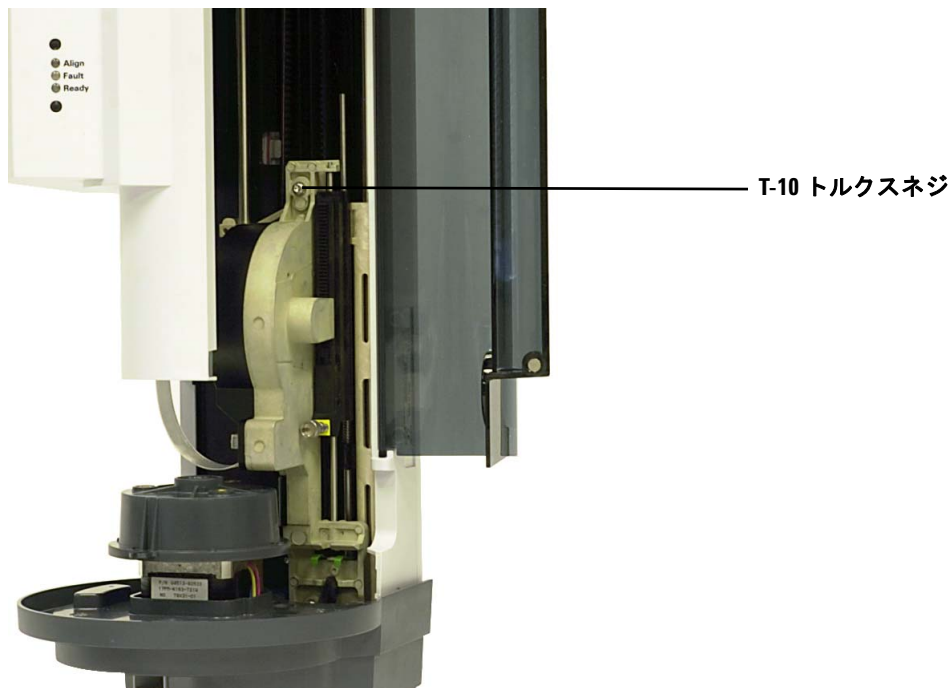

図 145 シリンジキャリアアセンブリ上部の T-10 トルクスネジを取り付ける
- 14 シリンジキャリアアセンブリの上部の T-10 トルクスネジを完全に締めます (図 145)。